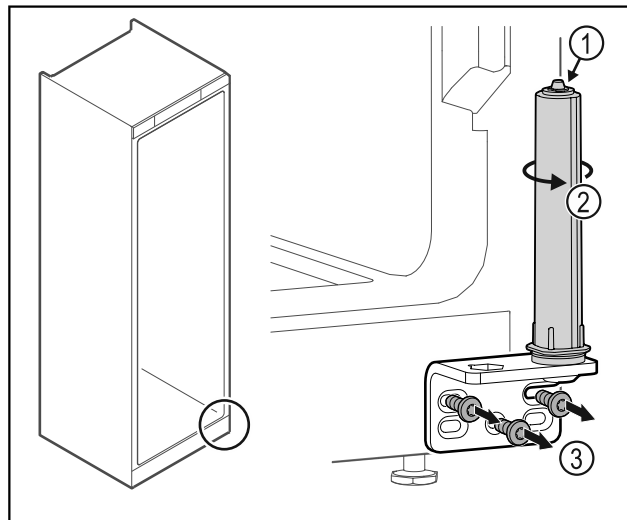

Fig. 35
- Ne rastavljajte sustav zatvaranja vrata Fig. 35 (1).
- Okrećite sustav zatvaranja Fig. 35 (2) dok ne klikne.
- Odvrnite kutne šarke Fig. 35 (3).